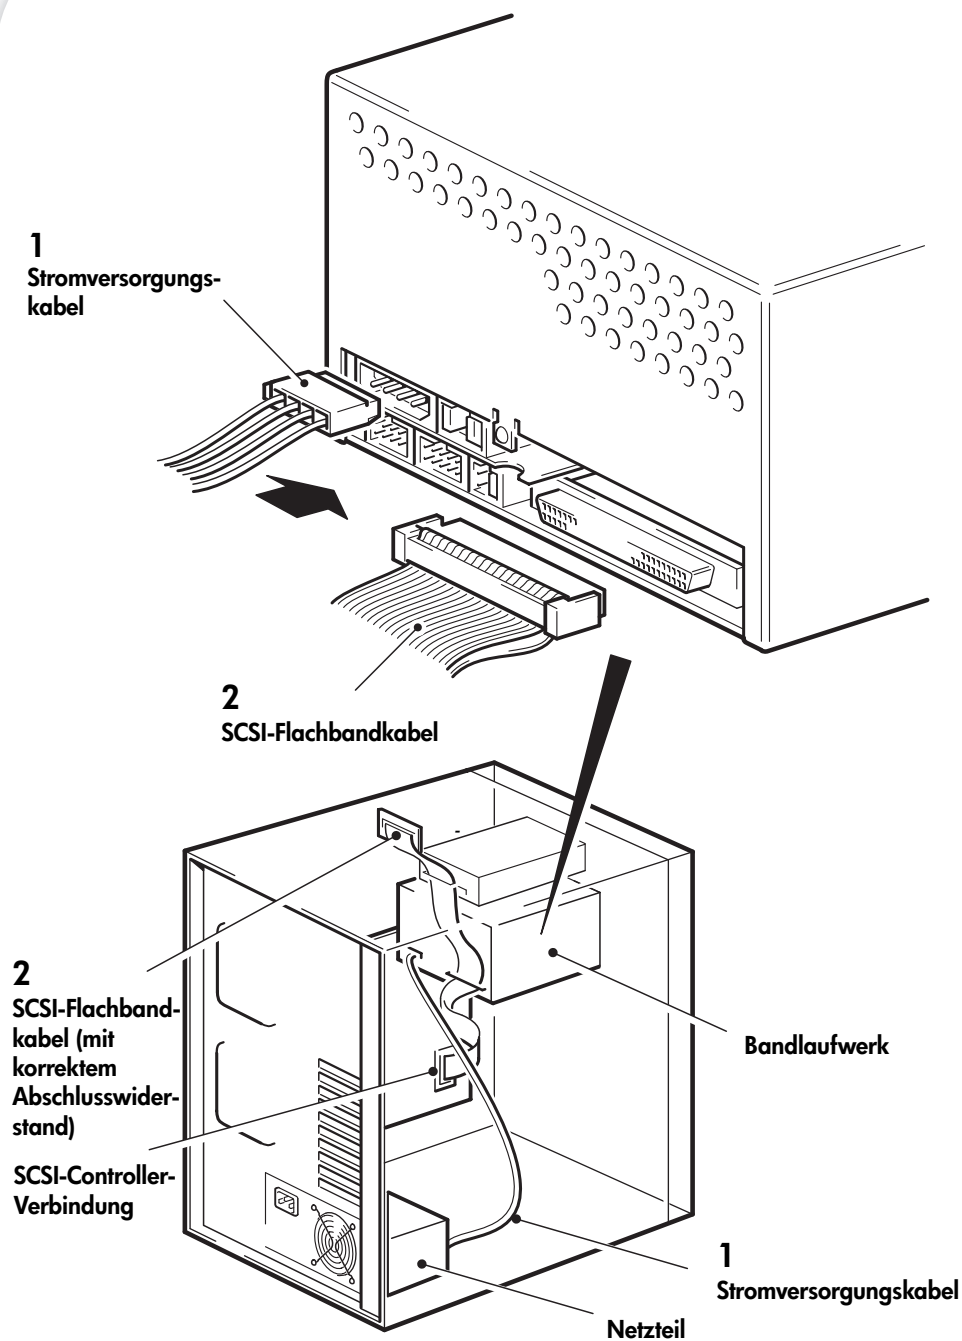

Abbildung 7: Anschließen der Stromversorgungs- und SCSI-Kabel
- 1** Schließen Sie ein freies Stromversorgungskabel vom internen Netzteil des Servers an den Netzanschluss an (siehe Abbildung 7, Teil 1).
- 2** Schließen Sie einen freien Anschluss am Flachbandkabel des Computers oder am SCSI-Flachbandkabel des HBA an den SCSI-Anschluss des Laufwerks an (siehe Abbildung 7, Teil 2).
Wenn daher der HBA das erste Gerät am Bus ist, sollten Sie sich vergewissern, dass der zweite Abschlusswiderstand hinter dem letzten Gerät angebracht wird (siehe Abbildung 7, Teil 2).